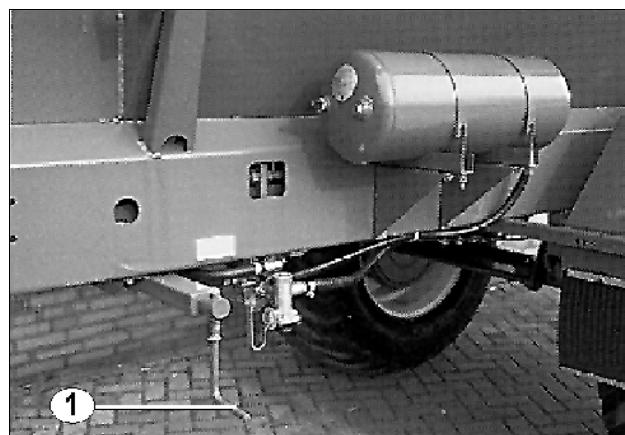

Рис. 22
- Управление стояночным тормозом на высокопроизводительных распределителях с пневматической тормозной системой производится посредством крюкошипной рукоятки (Рис. 22/1), расположенной сбоку машины.